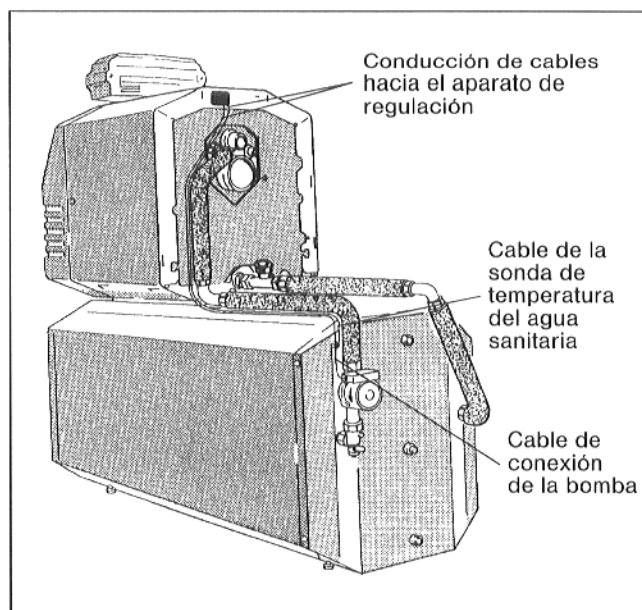

Fig. 12
- Montar el aparato de regulación (instrucciones de montaje de la caldera; fig. 12).